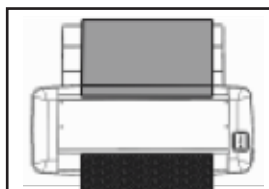

Fig. 4
3. Infilare la carta e spingerla delicatamente finchè non si incontra una sporgenza (rulli interni) assicurandosi che, quando verrà premuto il pulsante di avvio, la macchina spinga la carta verso l'uscita senza bloccarsi, iniziando il processo di formazione delle bolle di carta. (Fig. 4)